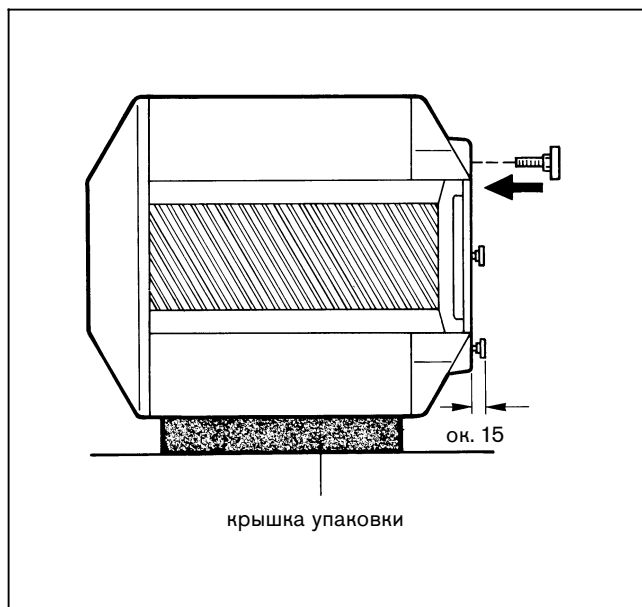

Рис. 3
- Снять крышку упаковки и положить на пол (рис. 3).
- Положить бойлер через край поддона на бок на крышку упаковки (рис. 3).
- Вкрутить 3 ножки так, чтобы они выступали примерно на 15 мм (рис. 3).